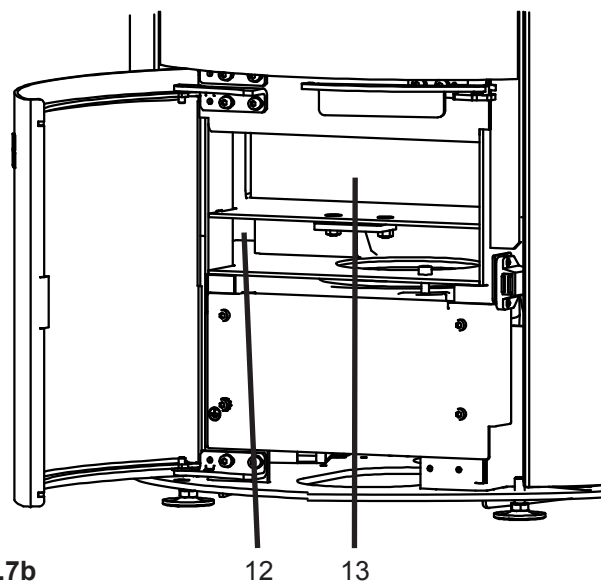

Fig.7b
- Der Aschekasten befindet sich hinter der Revisions-tür. Zum Reinigen die Verriegelung des Aschekastens lösen und den Aschekasten nach vorn herausziehen. Zusätzlich den Bereich unterhalb des Aschekastenfachs reinigen (siehe Fig.7b).